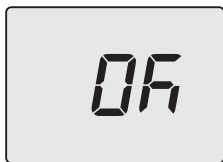

Figura 5.54
- Pulsando el botón 14 (Figura 5.49) se confirma el valor introducido. El display mostrará durante 5 s lo siguiente (Figura 5.54) y luego se pondrá en el nivel superior.